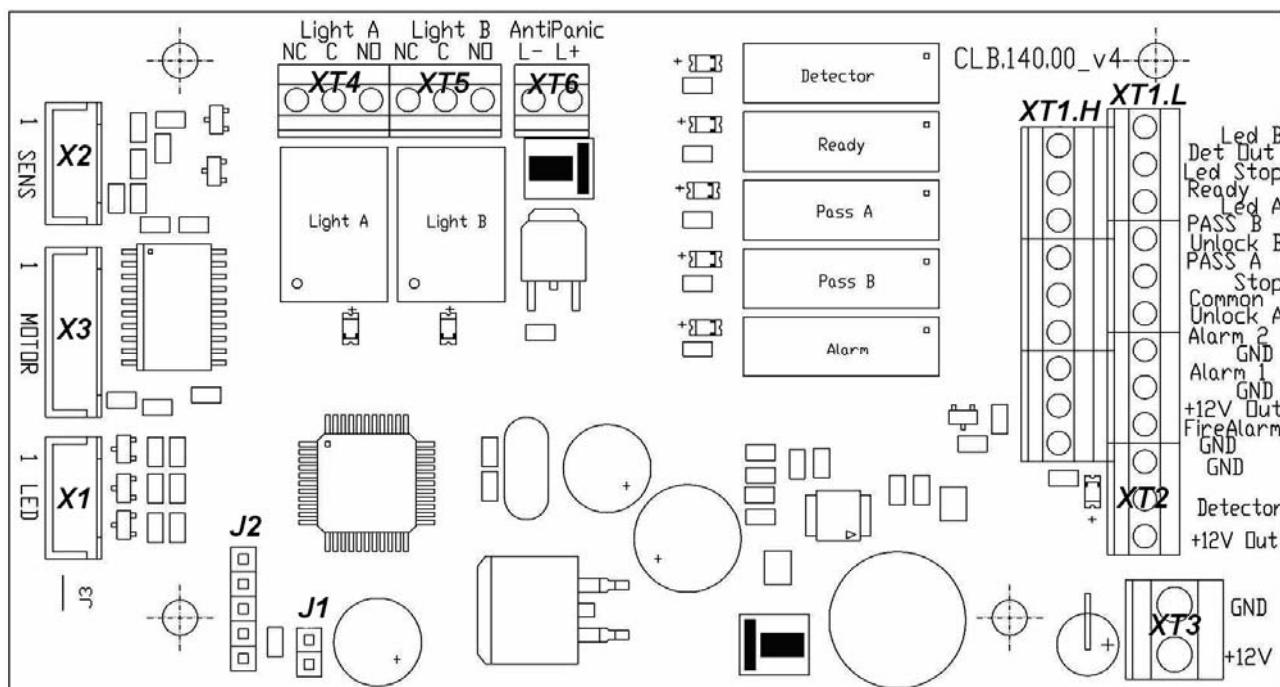
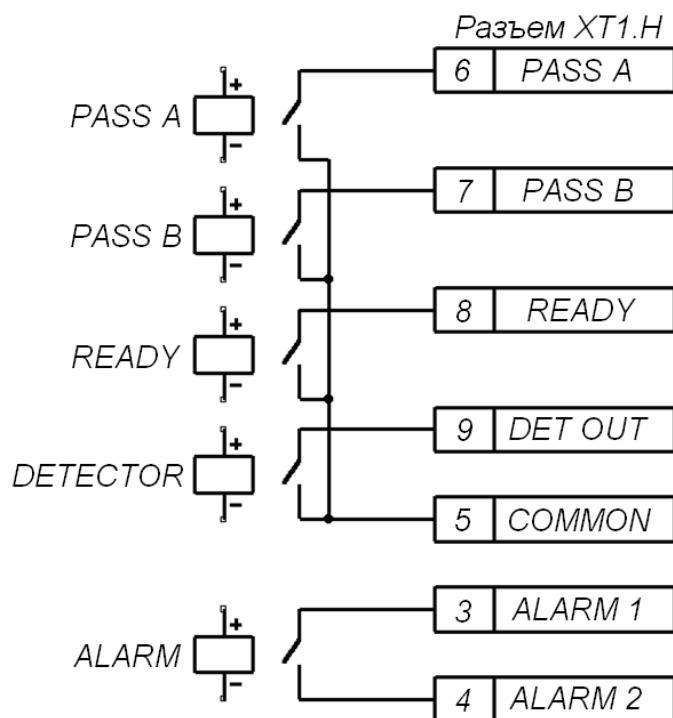

Рисунок 2 Внешний вид платы CLB
Рисунок 6 Выходные каскады для PASS A, PASS B, Ready, Det Out и Alarm
5.2.5 На плате CLB (см. рисунок 2) расположены:
- клеммная колодка XT1.L (*In*) для подключения пульта управления / устройства радиоуправления / выходов управления контроллера СКУД (11), а также подключения устройства, подающего команду аварийного открытия прохода (9);
5.4.3 Реле PASS A (контакты *PASS A* и *Common*), *PASS B* (контакты *PASS B* и *Common*), *Ready* (контакты *Ready* и *Common*), *Detector* (контакты *Det Out* и *Common*) и *Alarm* (контакты *Alarm 1* и *Alarm 2*) имеют нормально-разомкнутые контакты. При этом общий для этих реле контакт *Common* не соединен с минусом источника питания турникета. В исходном (неактивном) состоянии при включенном питании контакты реле *PASS A*, *PASS B*, *Ready* и *Detector* замкнуты (на обмотку реле подано напряжение), а контакты реле *Alarm* разомкнуты (напряжение на обмотку реле не подано). Факт срабатывания/отпускания реле *PASS A*, *PASS B*, *Ready*, *Detector* и *Alarm* можно определить по загоранию/гашению красных индикаторов, которые установлены вблизи указанных реле (см. рисунок 2). Выходные каскады для *PASS A*, *PASS B*, *Ready*, *Det Out* и *Alarm* – контакты реле (см. рисунок 6) со следующими характеристиками сигналов: